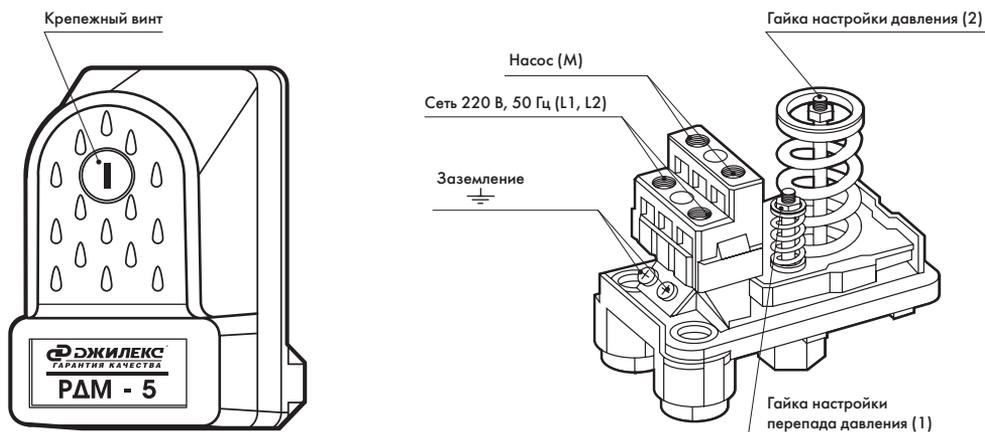

Рисунок 3
- отвинтив крепежный пластмассовый винт (рисунок 3), снять крышку реле.
Регулировка верхнего и нижнего предела давления РДМ-5 осуществляется гайкой (2), фиксирующей положение пружины (рисунок 3). Чтобы увеличить значение верхнего и нижнего предела давления, необходимо закручивать гайку по часовой стрелке.
Гайка (1) предназначена для регулировки перепада давления путем изменения нижнего предела (рисунок 3). Чтобы уменьшить перепад давления, необходимо отвернуть гайку против часовой стрелки, тем самым ослабив пружину. Чтобы увеличить перепад давления, необходимо закручивать гайку по часовой стрелке.